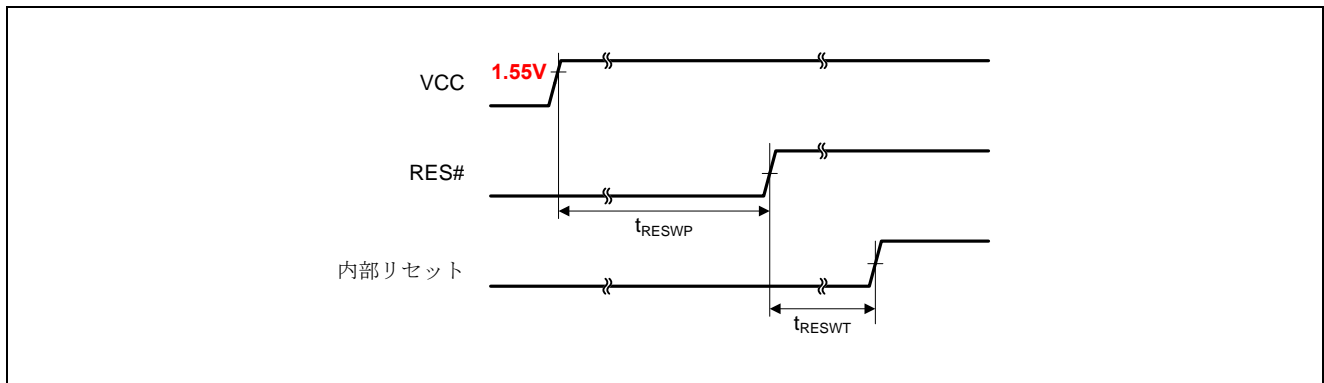

図44.35 電源投入時リセット入力タイミング
■Page 1299 図44.35 電源投入時リセット入力タイミングにRES#開始のVCC電圧を追記します。